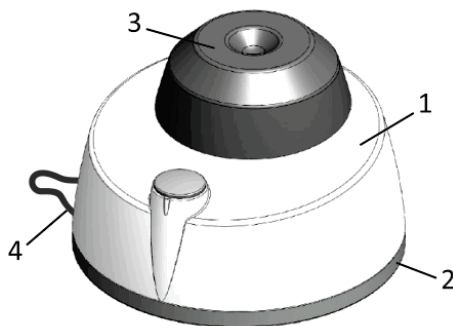
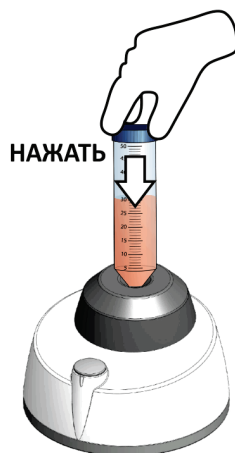

Рисунок 1
Рисунок 2
- 6.1. Вортекс (Рисунок 1) состоит из корпуса (1), литого основания (2), на дне которого расположены три силиконовые ножки-присоски и расположенного в верхней части корпуса упорного гнезда в силиконовом кожухе (3). В нижней части корпуса находится вывод кабеля встроенного сетевого адаптера (4). Упорное гнездо пред-
- 8.1. Чтобы начать перемешивание, нажать дном пробирки на упорное гнездо (поз. 3 Рисунок 1) и удерживать пробирку в таком положении на протяжении необходимого времени (Рисунок 2). Двигатель вортекса включается автоматически при нажатии.
- 10.1. В большинстве случаев неисправности, возникающие при работе, связаны с изменением положения выключателя двигателя, которое настраивается регулировочным винтом (Рисунок 2).